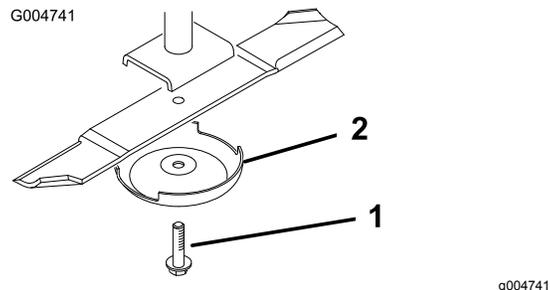

Рисунок 131
4. Возьмитесь за конец ножа, используя ветошь или перчатку на толстой подкладке, отверните болт ножа, снимите защитный колпак и нож с вала шпинделя (Рисунок 131).